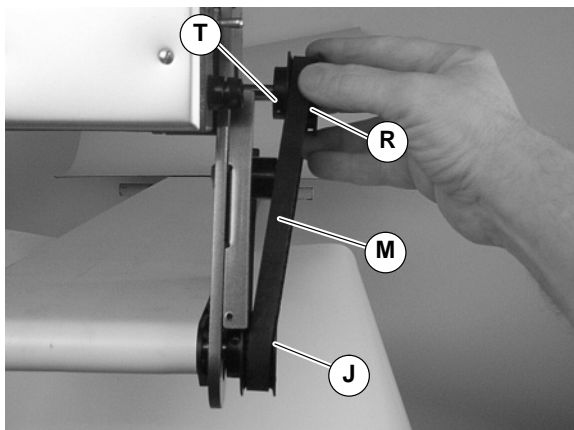

Abbildung 13
**HINWEIS:** Falls Antriebszahnscheibe (R auf Abbildung 13) ersetzt wird, Zahnriemen um Antriebszahnscheibe legen und Schritt 3 ausführen.